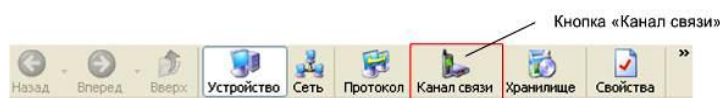

Рисунок 4.2 Кнопка **«Канал связи»** на панели инструментов
4.2 Нажать на панели инструментов кнопку **«Канал связи»** (меню «Справочник -> Канал связи») (рисунок 4.2). В результате откроется окно «Справочник», которое показано на рисунке 4.3.